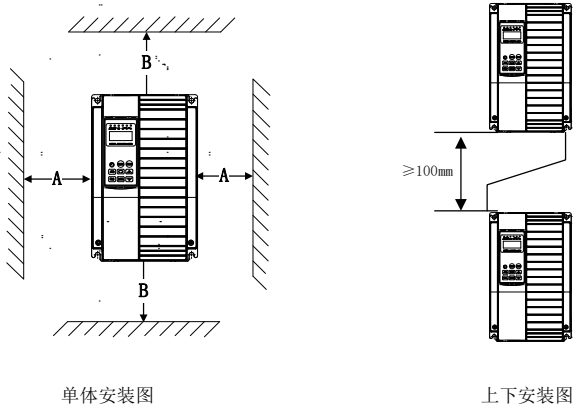

图 3-1 EV510 安装示意图
- 1) 请垂直安装变频器，便于热量向上散发。但不能倒置。若柜内有较多变频器时，最好是并排安装。在需要上下安装の場合，请参考图 3-1 的示意，安装隔热导流板。
- 2) 安装空间遵照图 3-1 所示，保证变频器的散热空间。但布置时请考虑柜内其它器件的散热情况。